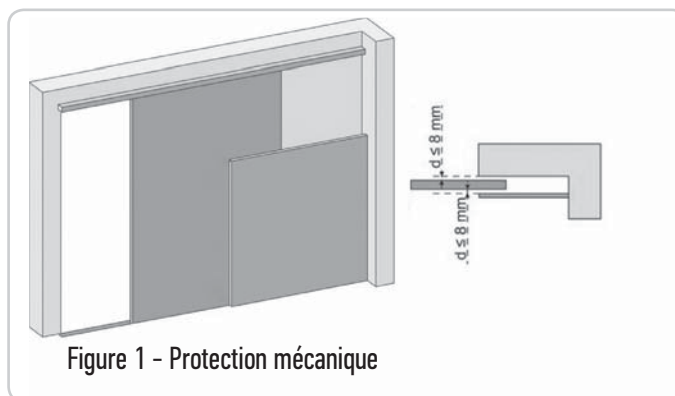

Figure 1 - Protection mécanique
<p>ZONE 2* Risque d'écrasement avec une partie fixe attenante</p>	<p>Détection d'obstacle intrinsèque à la motorisation. Valider impérativement que la détection d'obstacle est conforme à l'annexe A de la norme EN 12 453). Protection par une protection mécanique (voir Fig.1) ou par des distances de sécurité (voir Fig.2)</p>
2.1 Composition - Fig. 1